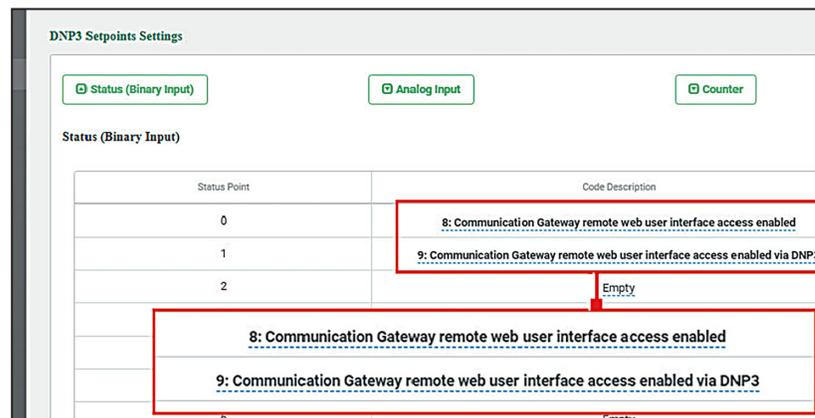

Figura 71. Configuração dos pontos de status da Interface de Usuário Web DNP3 Remota (entradas binárias).
PASSO 4. Ver Figura 71. Na tela *DNP3 Outstation Settings*, campo **Status (Binary Input)**, devem ser configurados dois pontos de status de Entradas Binárias com as seguintes descrições de código: